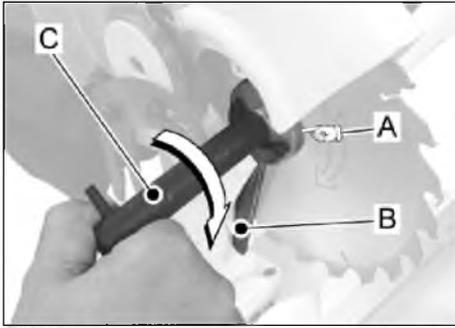

Рис. 11
- Заблокируйте фланец пилы при помощи специального ключа (В, Рис. 11) и ослабьте крепежный винт пильного диска (А) при помощи ключа в комплекте (С).